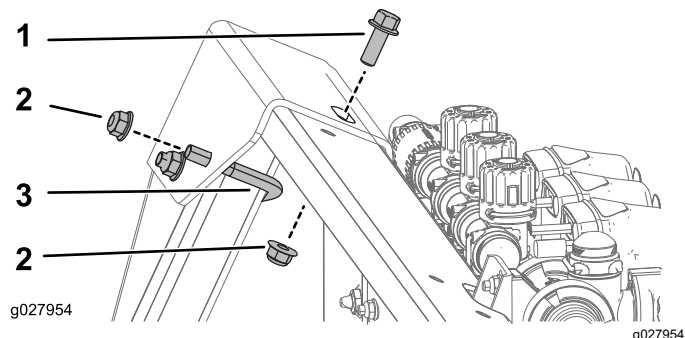

Figura 10
2. Fissate la parte posteriore della staffa superiore servendovi di 1 bullone a U, 1 bullone (3/8-16 x 1") e 3 dadi flangiati (3/8-16") come illustrato nella Figura 10.